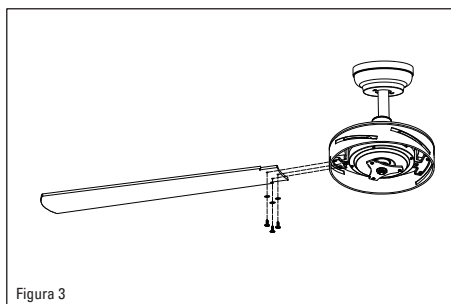

Figura 3
3. Instale las aspas del ventilador y la placa decorativa de las aspas alineando los orificios de las aspas y la placa con los orificios del conjunto del motor del ventilador fijados por los tornillos de fijación suministrados. (Figura 3)